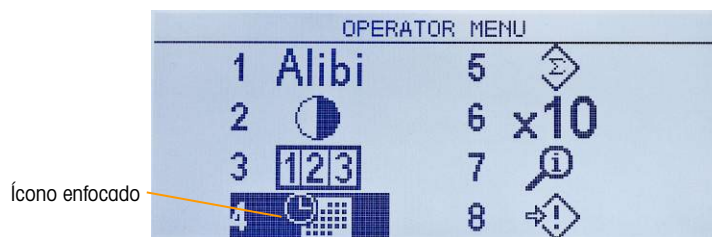

Figura 2-3: Pantalla de menú del operador
Para ingresar en el menú del operador, presione la tecla MENÚ . La pantalla cambiará de mostrar el peso normal a una serie de íconos (Figura 2-3). Los íconos incluidos dependen de la configuración del terminal; para ver detalles, consulte la Tabla 2-5.
- Cuando el enfoque está en la columna izquierda, como en la Figura 2-3 y en la Figura 2-4, al presionar la flecha IZQUIERDA se saldrá del menú **CONFIGURACIÓN** y se mostrará el menú **OPERADOR**.
Por ejemplo, desde la pantalla mostrada en la Figura 2-3, al presionar ENTER o el número 4 se muestra la pantalla de configuración de **Hora y fecha**.
Cuando todos los valores de hora y fecha estén ajustados correctamente, presione la flecha IZQUIERDA para regresar al menú del operador (Figura 2-3).